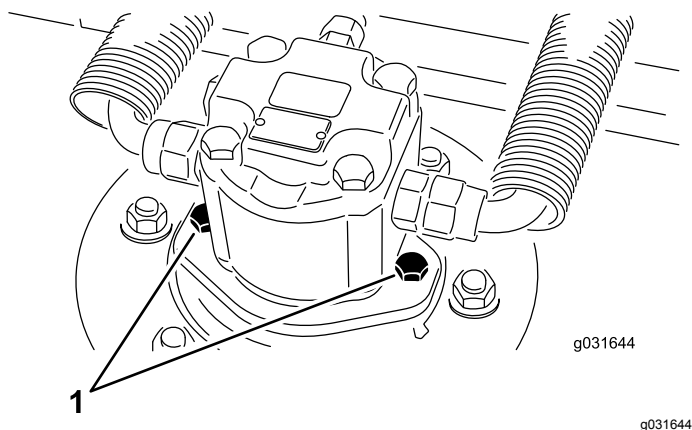

图 69
2. 卸下液压马达安装螺丝从滚刀组上断开并拆除液压马达 图 69。
4. 使用液压马达安装螺丝将液压马达安装到滚刀组上 图 69。